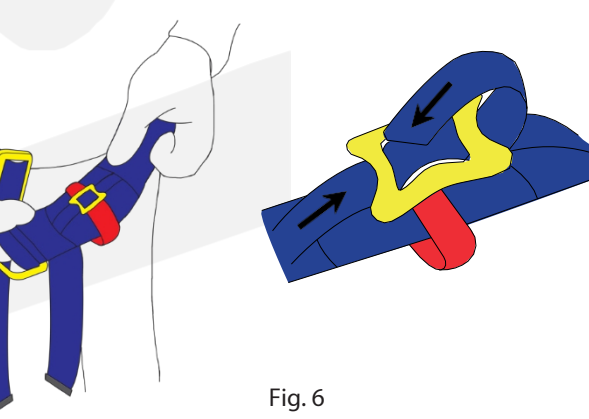

Fig. 6
6. Fest hvert ben godt rundt øvre del av låret og lås. Fig. 6.